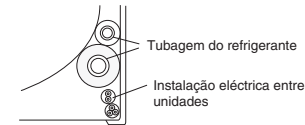

Fig. 3-67
- (3) Instale a unidade interior no painel traseiro.
- (4) Ligue a tubagem e a cablagem encaminhada para dentro desde o lado de fora.
- (5) Depois de concluir um teste de vazamento, junte a tubagem com uma fita de blindagem e guarde-a dentro da área de armazenamento de tubagem na parte posterior da unidade interior, segurando-a com braçadeiras. (Fig. 3-67)